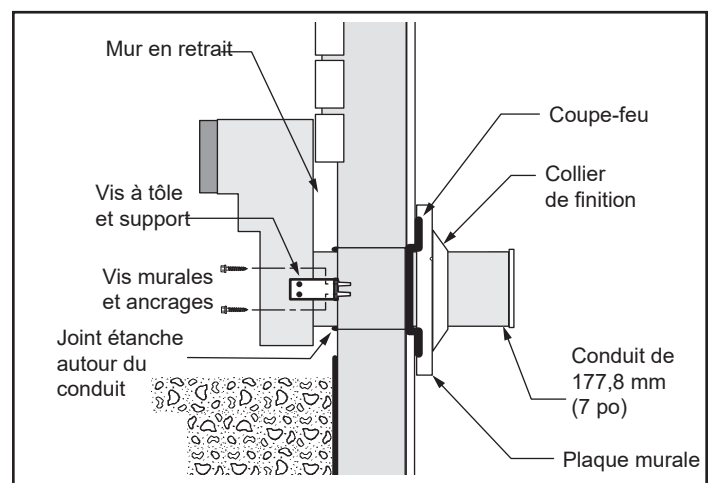

Figure 3.15 – Utilisation de supports de rallonge pour installer le schnorkel contre le mur en retrait.
7. Si les fondations se trouvent en retrait, servez-vous de supports de rallonge (non compris) pour monter la partie inférieure du schnorkel. Installez d'abord les supports au mur, puis fixez-les au schnorkel au moyen de vis à tôle autotaraudeuses n° 8 x 1/2 po. Faites sortir le conduit de ventilation aussi loin que la face saillante du mur (figure 3.15).